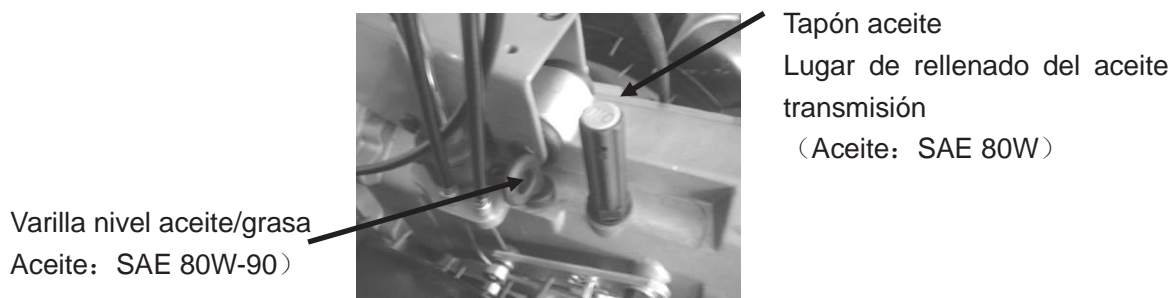

Figura 38
- 2) Coloque el motor en posición horizontal, retire la varilla de nivel de aceite y límpiela. (Figura 38)
- 2) Coloque el motor en la posición horizontal, después desatornille el tornillo. (Figura 38 38)